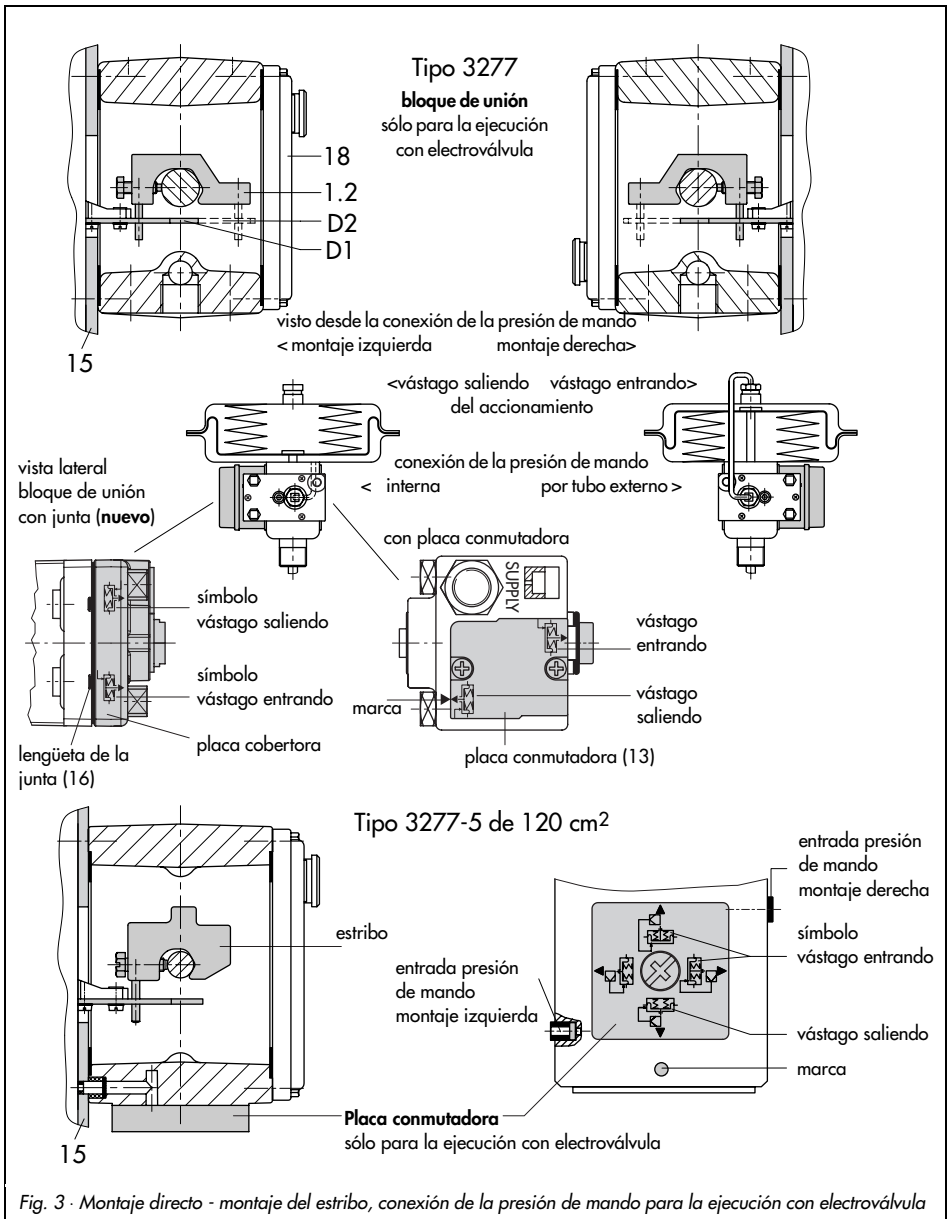

Fig. 3 · Montaje directo - montaje del estribo, conexión de la presión de mando para la ejecución con electroválvula
1. Comprobar, que la lengüeta de la junta (16), mirando lateralmente el **bloque de unión** (fig. 3, centro), coincida con el símbolo de la ejecución del accionamiento "vástago saliendo" o "vástago entrando al accionamiento".